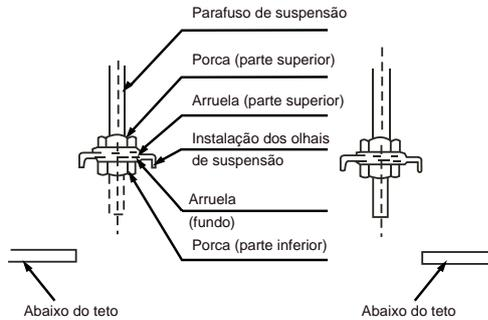

Figura 3.1
1. Ajuste as posições das porcas, o tamanho da abertura entre a arruela (fundo) e o teto deve ser baseado na construção real. Consulte a Figura 3.1.